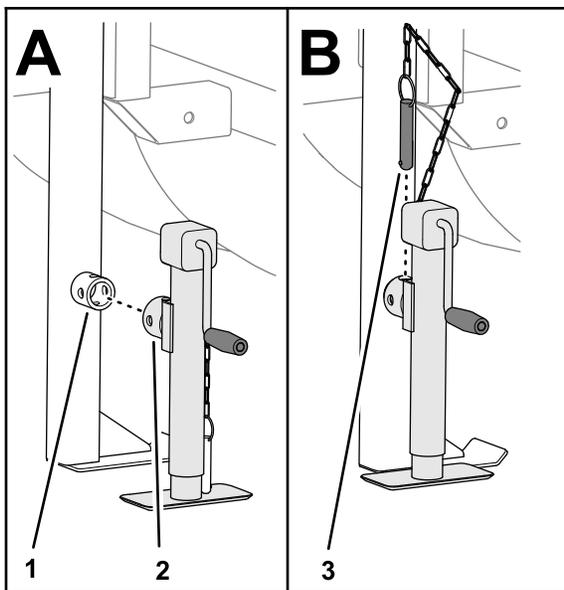

Рисунок 24
2. Установите домкрат вертикально на заднюю опорную лапу и зафиксируйте домкрат с помощью пальца (Рисунок 24).